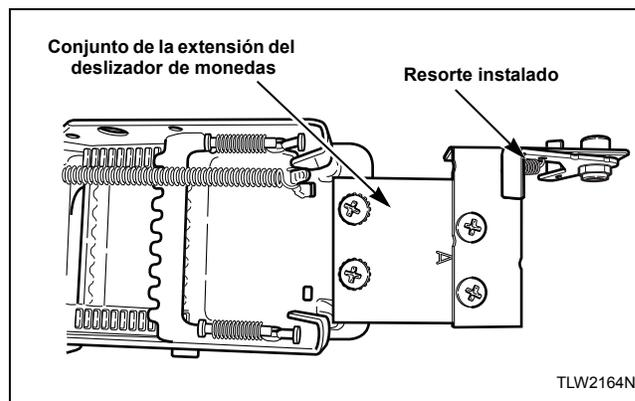

Figura 24
6. Instale el conjunto de la extensión del deslizador de monedas en la parte superior del deslizador de monedas usando los dos tornillos y las tuercas de seguridad restantes. Consulte la *Figura 24*.
3. Instale la extensión del deslizador sobre el deslizador de monedas usando dos tornillos. Consulte la *Figura 24*.